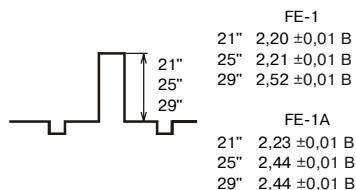

Рис. 3.24. Оциллограмма сигнала R в режиме регулировки субконтрастности
- Перейти в режим регулировки субконтрастности, для чего дважды нажать кнопку TEST и дважды нажать кнопку 1 (SUB PICTURE ADJUSTMENT) и отрегулировать размах сигнала, как показано на рис. 3.24.